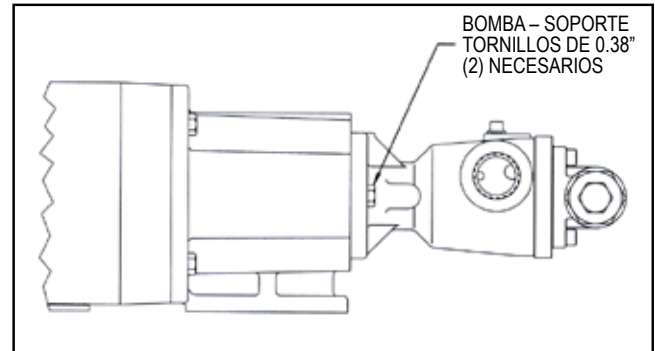

FIGURA 11
- Retire los tubos hacia los puertos y los tornillos que sujetan la bomba al soporte (Ver Figura 11). Sostenga la bomba con un gancho de elevación, si es posible.